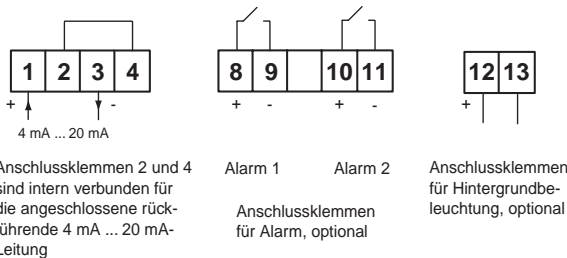

Bild 2.3 Klemmenbelegung
- Schließen Sie die entsprechenden Kabel am hinteren Klemmenblock, wie in Bild 2.3 dargestellt, an. Zum einfacheren Anschluss kann der Klemmenblock vom Gerät abgezogen werden. So kann der elektrische Anschluss schon vor dem Einsetzen des Gerätes in die Schalttafel erfolgen.